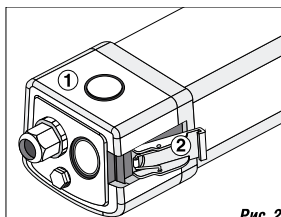

Рис. 2
- Снимите торцевую крышку светильника ①, откройте клипсы ② с двух сторон, как показано на Рис. 2.